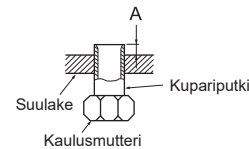

Fig. 5
- Aseta poistoletku kokonaan poistoastian alaosaan. (Fig 5)